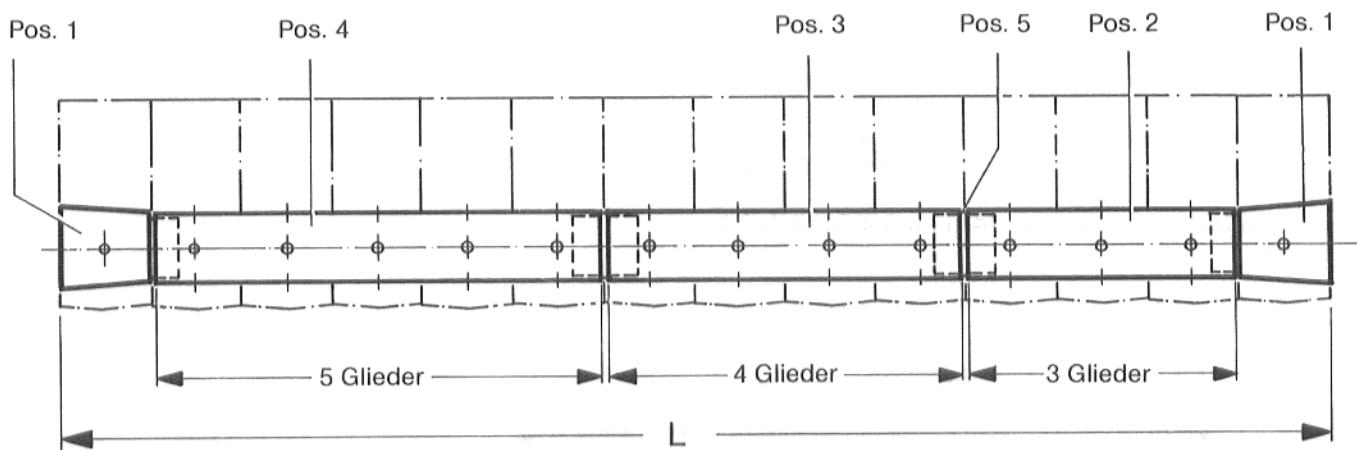

Abb. 12
Das Einspeiserohr besteht aus 2 Endteilen (Pos. 1) und je nach Kesselgröße einem oder mehreren Mittelteilen (Pos. 2, 3 oder 4) sowie Verbindungsteile (Pos. 5) (siehe Abb. 12 und Tabelle).
1. Mittelteil (Pos. 2, 3 oder 4) und Verbindungsteil (Pos. 5) zusammenstecken (Abb. 12 und 13).